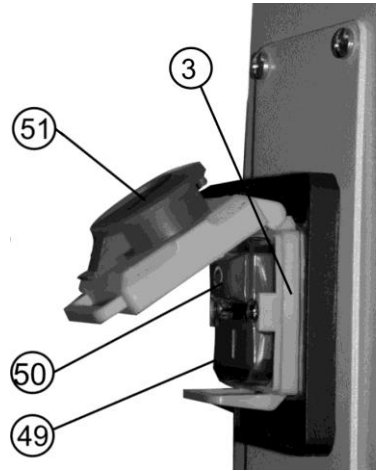

Рис.16
12.2. Включение (Рис. 16)
12.2.2. Нажмите красную кнопку (51) и сдвиньте ее вверх, как показано стрелкой на красной кнопке (51) магнитного пускателя (3), Рис. 16.